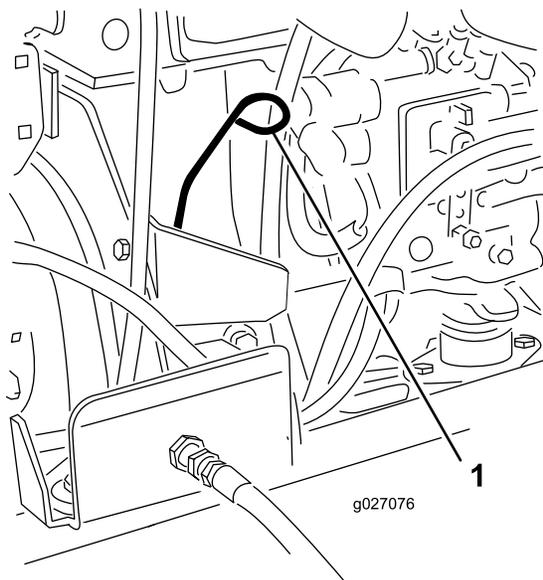

Figura 51
- Retire a vareta, limpe-a e volte a colocá-la (Figura 51).